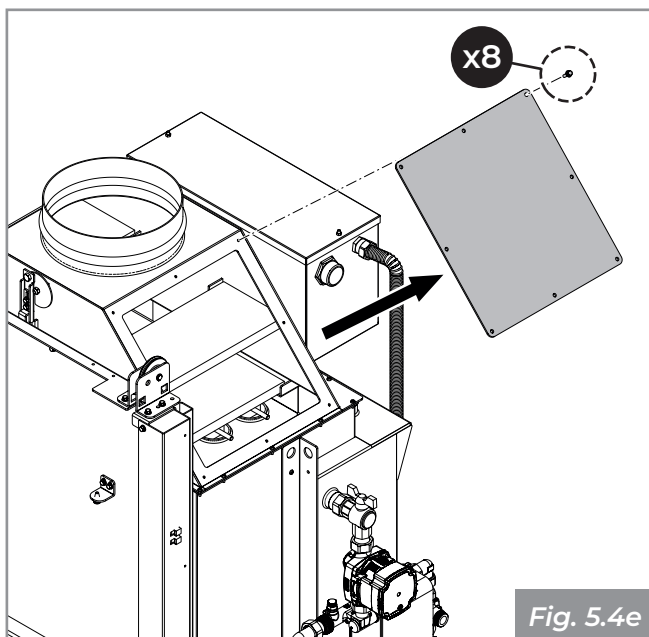

Fig. 5.4e
- Acceda al compartimento de inspección de la repisa de humos desatornillando los tornillos de la tapa de inspección de la campana de humos, situada en la parte de la instalación hidráulica (**Fig. 5.4e**).